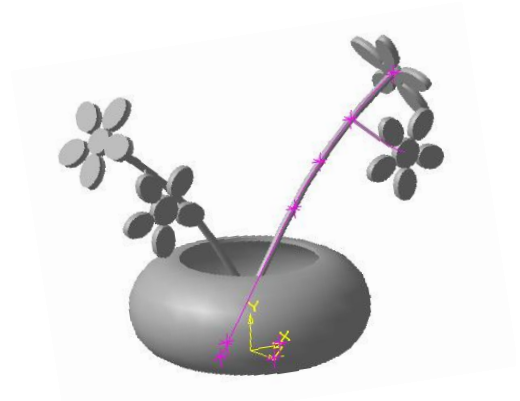

Рис. 33. Ваза с цветами.
- Наведите курсор на окружность пестика, (курсор в виде «палочки»), ЩЛК, происходит проецирование окружности в плоскость эскиза лепестков. Постройте горизонтальную и вертикальную вспомогательные линии, привязка – начало координат (см. рис. 33).
—Выделите в дереве построений ЩПК по значку эскиза «Лепесток», в контекстном меню выберите пункт Редактировать. Выделите эллипс. На панели Редактирование Включите инструмент Копирование - Массив по кольцевой (или массив концентрический). Читайте строку сообщений! На панели Свойств найдите поле «Количество», введите 6. Укажите мышкой центр кольца массива – начало координат. Появятся еще пять лепестков. Закончите создание массива ЩПК по кнопке Создать на панели Свойств. На экране – эскиз из 6-ти лепестков (рис. 33).
6. Выполните скругление ребер лепестков, для этого включите инструмент Скругление, установите параметры скругления, затем укажите мышкой ребра для скругления, закончите создание элемента. Вместо инструмента Скругление можно использовать инструмент Фаска (рис. 33).